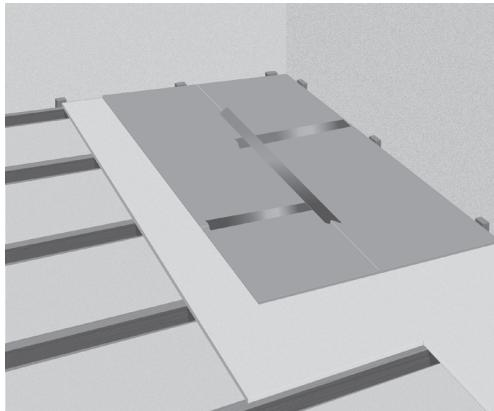

Fig. 4. Underleggsinstallasjon
**6.** Installer underlagstavlene, f.eks. Heatcom reflektorplater (Fig. 4). Hele undergulvet bør være dekket. Underleggsplatene bør installeres i et tesseleringsmønster, og skjøtene mellom platene bør teipes for å sikre sin posisjon.